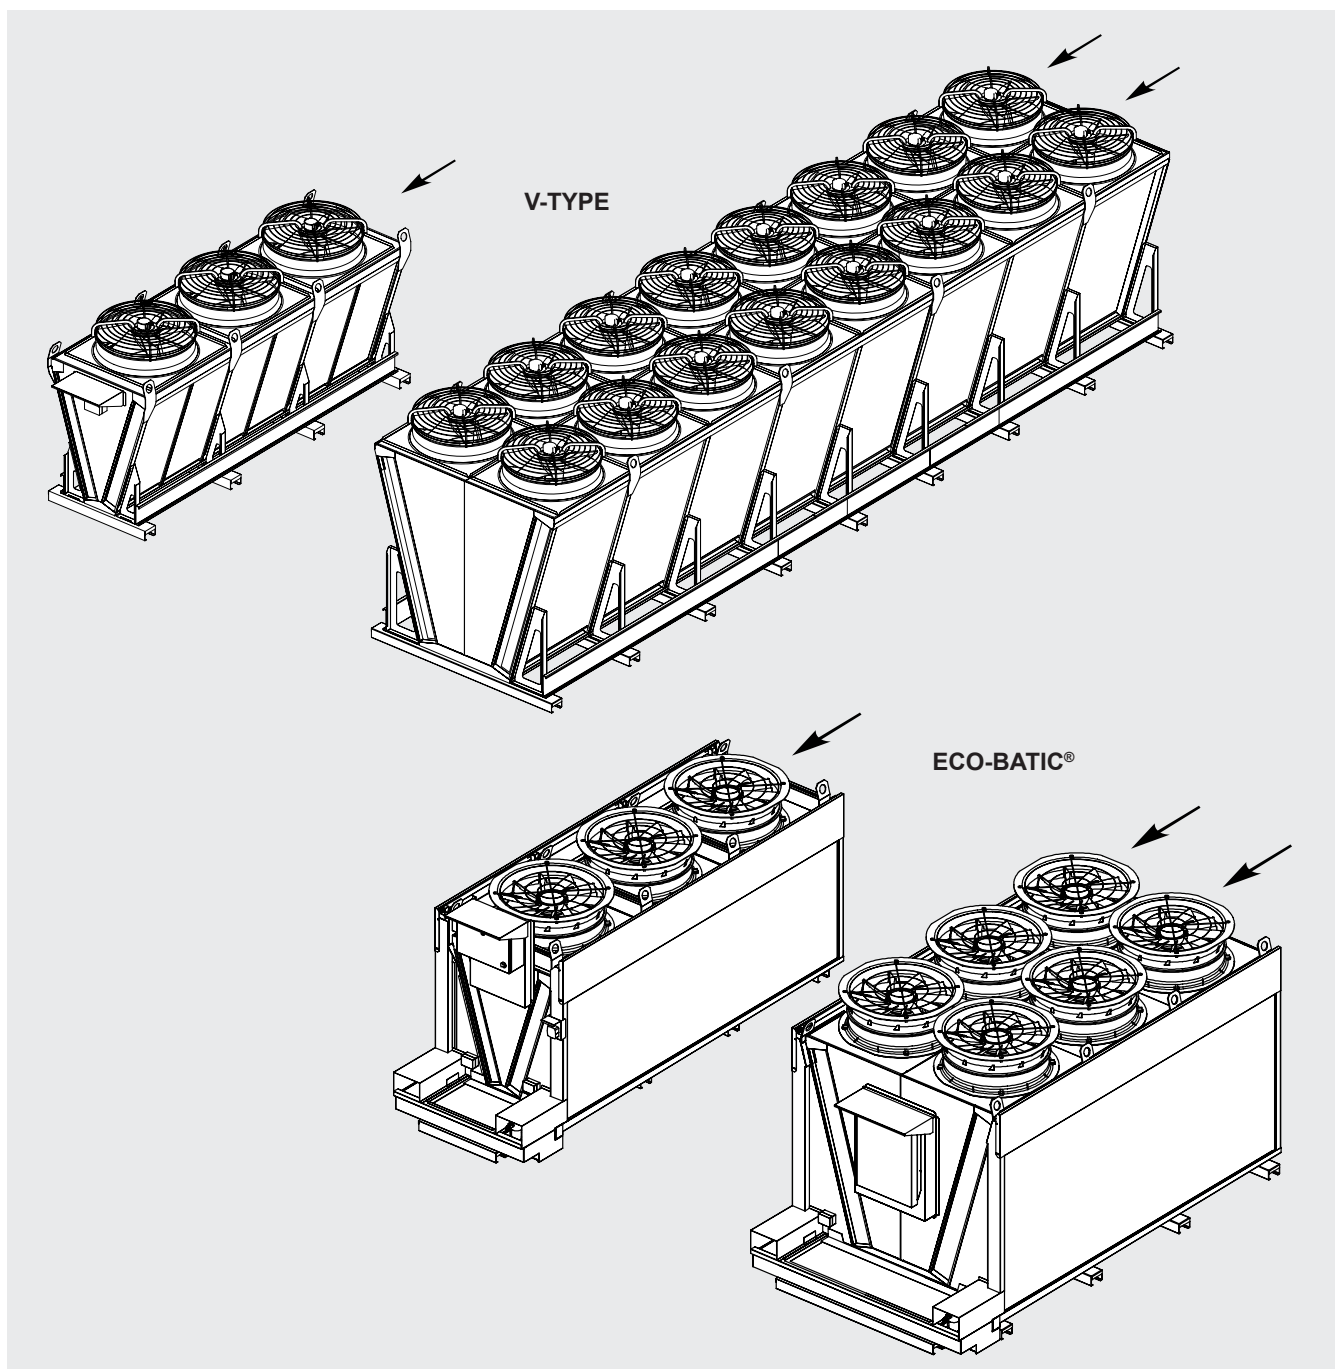

Abbildung 1
- 3.1 V-Type-Modelle, Verflüssiger, Gaskühler, Trockenkühler und Eco-Batic® - AV-Modelle können ein- oder zweireihig sein, d.h. sie können eine oder zwei Reihen von Ventilatoren haben. Siehe Abbildung 1.